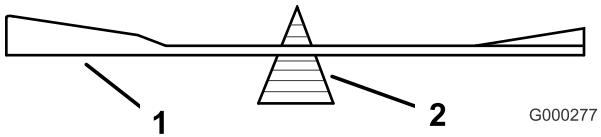
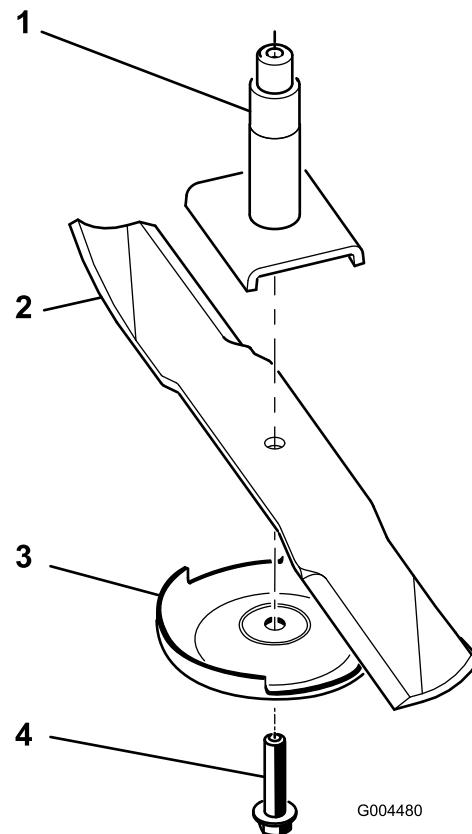

Figure 76
Figure 77
2. Enlevez le boulon, la plaque anti-scalp et la lame de l'axe de pivot (Figure 77).
2. Vérifiez l'équilibre de la lame en la placant sur un équilibrEUR (Figure 76). Si la lame reste horizontale, elle est équilibrée et peut être utilisée. Si la lame est déséquilibrée, limez un peu l'extrémité de la partie relevée seulement (Figure 77). Répétez la procédure jusqu'à ce que la lame soit équilibrée.
1. Placez la lame sur l'axe (Figure 77).
2. Montez la plaque anti-scalp et le boulon de lame (Figure 77).